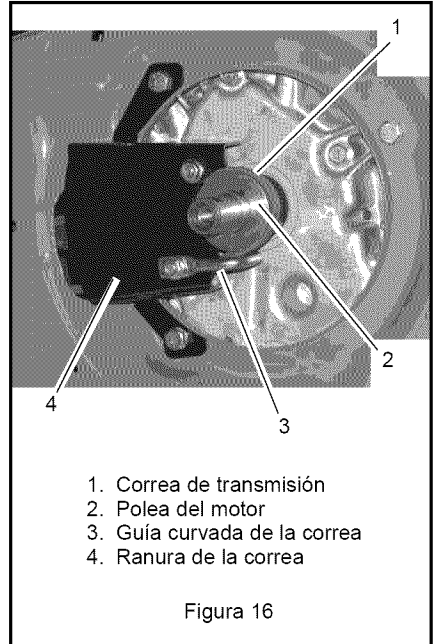

Figura 16
10. Afloje la guía curvada de la correa, retire la correa de la polea del motor y tire de la correa a través de la ranura de la misma. Véase Figura 16.
1. Coloque la nueva correa en la polea de entrada de la transmisión y en las poleas, colóquela en la ranura de la correa y coloque la correa en la polea del motor. Véase Figura 16 y Figura 17.